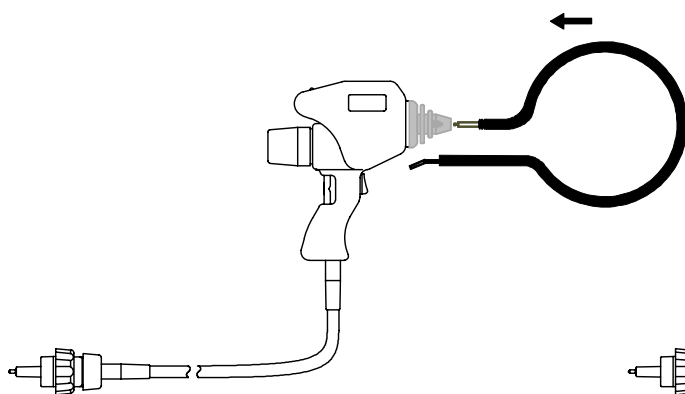

図 3
3. 磁界ループアダプタ本体を、S G 接続部を下にして差し込みます。（図 3）